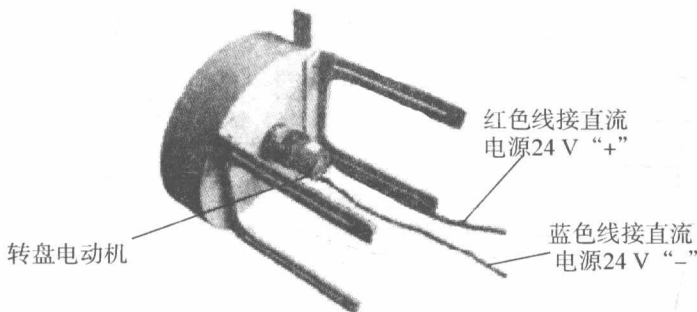

图 1-8 电动机接线
(1) 连接物料检测传感器至端子排。物料检测传感器有三根引出线,其连接方法如下:黑色线连接 PLC 的输入信号端子,棕色线连接 PLC 的 24 V 电源输出端子,蓝色线连接 PLC 的输入公共端 COM。
(2) 连接输入元件至端子排。输出元件的引出线都为单芯线。连接时,应做到导线与端子紧固,无露铜,线槽外的引出线整齐、美观。
(3)连接转盘电动机。如图 1-8 所示。直流转盘电动机有两根线,红色线其对应的 PLC 输出端子接直流电源 24 V“+”),蓝色线接直流电源 24 V“-”。